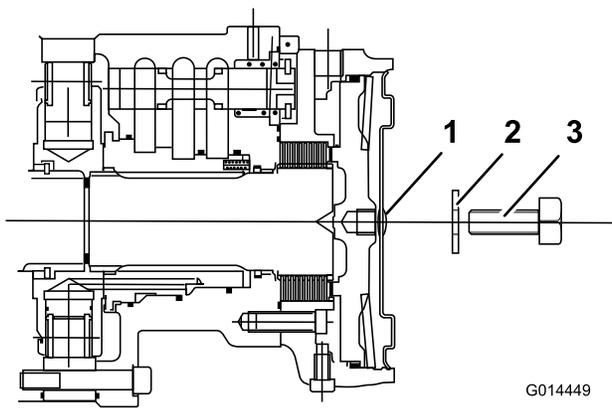

Figura 46
6. Identifique el disco de freno del motor de la rueda delantera izquierda y repita el procedimiento anterior (Figura 46).